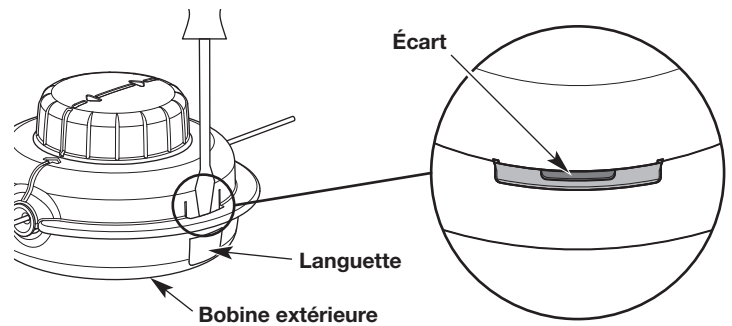

Fig. 4
- a. Du pouce, appuyez fermement sur un onglet de la tête de coupe avec (Fig. 4). N'appuyez **PAS** sur l'onglet avec un tournevis ou tout autre objet.
- b. Maintenez la pression sur l'onglet. Insérez un tournevis à tête plate dans l'écart entre la bobine extérieure et l'onglet (Fig. 4).